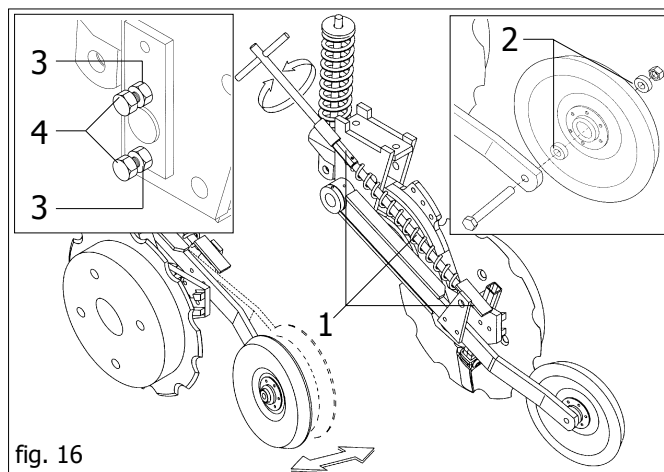

fig. 16
pour cette raison sa pression doit être réglée avec soin. On peut intervenir sur la fonctionnalité de la roue de recouvrement (fig.16):
**Régler périodiquement l'éventuel jeu de la roue de compression en respectant les opérations suivantes (fig. 16):**
- desserrer les écrous (3);
- serrer délicatement les vis (4) en vérifiant le jeu de la roue de compression;
- serrer le contre écrou (3) précédemment desserré.